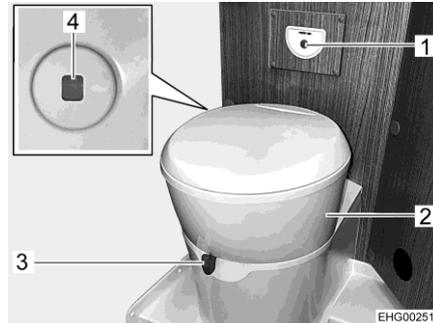

Bild 96 Toilette
Die Toilettenschüssel kann in die gewünschte Position gedreht werden. Dazu mit beiden Händen das Oberteil (Bild 96,2) der Toilette fassen und drehen. Die Bedieneinheit mit dem Spülknopf (Bild 96,1) ist in der Nähe der Toilettenschüssel angebracht.
- Vor dem Spülen den Schieber der Toilette öffnen. Dazu den Schieberhebel (Bild 96,3) entgegen dem Uhrzeigersinn schieben.
- Zum Spülen den blauen Spülknopf (Bild 96,1) drücken.
Die Füllstandsanzeige (Bild 96,4) ändert die Farbe von Grün auf Rot, wenn der Fäkalientank entleert werden muss.